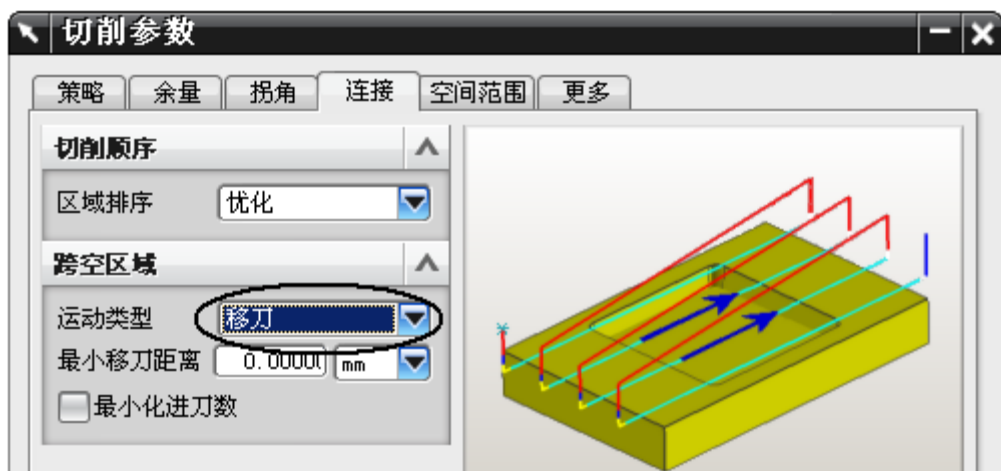

图 8-69
- 在切削参数设置对话框中, 单击连接, 跨空区域 Across Voids 设置为如图 8-69 所示的移刀, 则刀具在空处以移刀速度跨越。